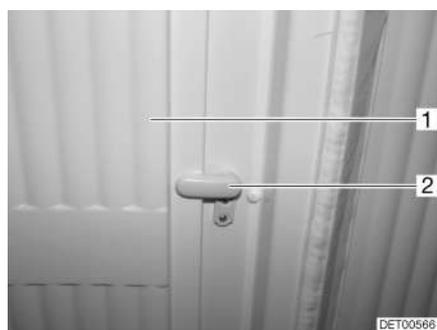

Fig. 86 Bloqueo, revestimiento del cuarto de aseo
- Llevar el pestillo (Fig. 86,2) a la posición vertical y plegar la parte interior (Fig. 86,1) del revestimiento del cuarto de aseo hacia fuera.
- Plegar la parte interior (Fig. 86,1) del revestimiento del cuarto de aseo hacia dentro y llevar el pestillo (Fig. 86,2) a la posición horizontal.